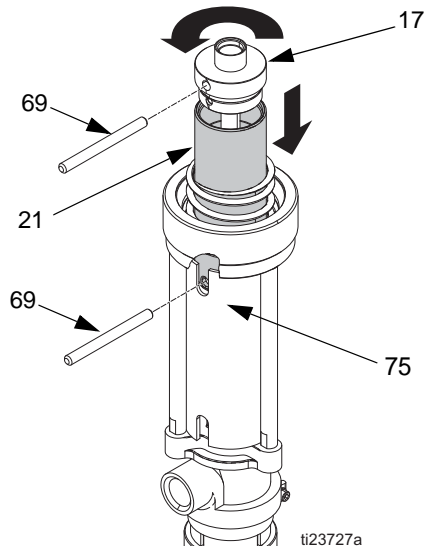

FIG. 13
4. Alinee la ranura del protector (75) con el orificio del pistón e inserte la herramienta de aguja (69) en el orificio del pistón para evitar que gire el pistón. Utilice una segunda herramienta de aguja (69) para destornillar el capuchón del pistón (17) y separarlo del pistón (21) para dejar expuesto el pasador de posicionamiento (19). Consulte FIG. 13.